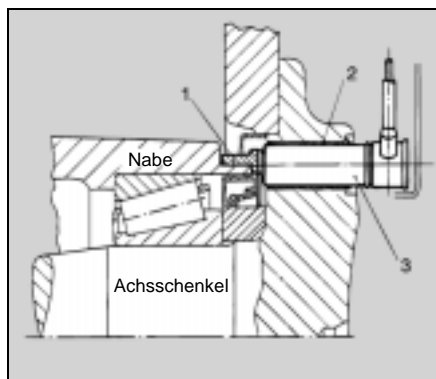

Fig. 3: ABS Sensor installation – Vorderachse –
Der induktive Sensor (Abb. 3) besteht aus Permanentmagneten mit einem Polstift und einer Spule. Der magnetische Fluß um die Spule wird durch die Drehbewegung des Polrades geändert. Dadurch wird eine Wechselspannung erzeugt, deren Frequenz direkt proportional zur Radgeschwindigkeit ist.
Abb. 3 zeigt die typische Einbausituation von Polrad (1), Klemmbuchse (2) und Sensor (3) an einem Vorderrad. Die Klemmbuchse muß mit einem temperaturbeständigen und wasserfestem Fett (z. B. Silikonfett) montiert werden, um die Achsschenkel-Bohrung vor Korrosion und Schmutz zu schützen. An der Hinterachse befinden sich die Polräder in ähnlicher Weise an der Nabe. Der